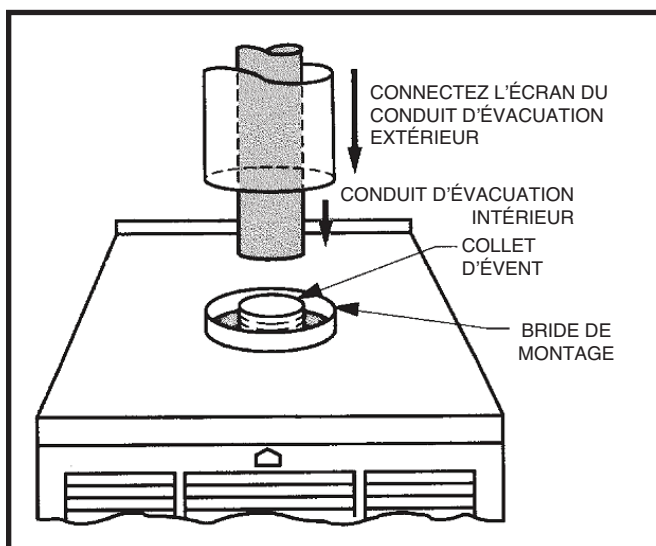

Figure 23. Branchement du tuyau d'air de combustion
3. Connectez le tuyau d'évacuation intérieur au collet d'évent de la fournaise. Voyez la Figure 23.
4. Connectez le tuyau d'air de combustion au collet de la fournaise avec une vis à tôle. Voyez la Figure 23.